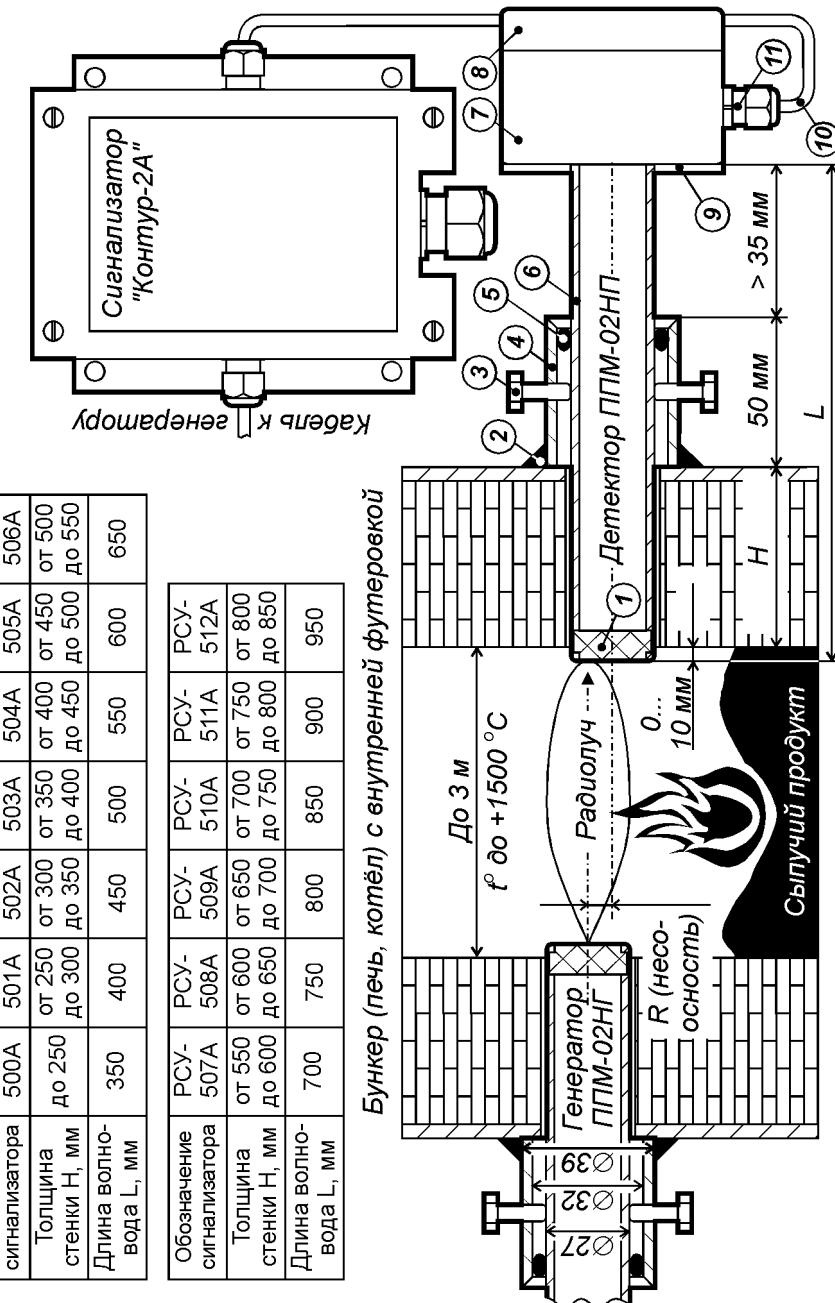

Рис. 1. Принцип действия датчиков уровня серии РСУ-500А.
Принцип действия датчиков уровня серии РСУ-500А (далее – «датчиков») основан на ослаблении амплитуды радиосигнала, проходящего сквозь слой контролируемого продукта (рис. 1).
В комплект поставки датчика входят микроволновые генератор и детектор. Они устанавливаются в соосные отверстия на противоположных стенках бункера: толщина стенок может достигать 850 мм (см. таблицу обозначений на рис. 1).
Генератор ППМ-02НГ и детектор ППМ-02НП имеют одинаковую конструкцию, показанную на рис. 1.
К корпусу через латунный фланец [поз. 9] прикреплён круглый волновод [поз. 6], изготовленный из терморезистивного металлического сплава. Со стороны контролируемого продукта волновод закрыт жаростойкой диэлектрической заглушкой [поз. 1]. Требуемая длина волновода L зависит от толщины футерованной стенки бункера и кодируется в обозначении типа датчика в соответствии с таблицей на рис. 1.
Установка генератора и детектора на бункер или его конический сход должна проводиться в строгом соответствии с рис. 1.
Сигнал, излучаемый генератором, является поляризованным: при повороте оси детектора относительно оси генератора (оси обозначены на рис. 1 штрих-пунктирной линией) чувствительность датчика резко снижается и при угле поворота в 90° падает практически до нуля.
1. Просверлить на противоположных стенках бункера, друг напротив друга сквозные отверстия диаметром 28...30 мм. Несоосность отверстий (R на рис. 1) не должна превышать 5% от внутреннего диаметра (сечения) бункера.
3. Измерить расстояние от внутренней поверхности футерованной стенки бункера до внешней грани крепёжной трубы. Отмерив указанное расстояние от торца керамической заглушки (поз. 1 на рис. 1) нанести на волновод (поз. 6 на рис. 1) соответствующую метку.
4. Избегая перекосов, вставить в подготовленные отверстия через крепёжные трубы генератор ППМ-02НГ и детектор ППМ-02НП до совпадения метки с внешним краем крепёжной трубы. Модуль должен быть установлен заподлицо с внутренней поверхностью стенки или выступать внутрь бункера не более, чем на 10 мм (см. рис. 1). При этом расстояние между внешней гранью крепёжной трубы и латунным фланцем (поз. 9 на рис. 1) должно быть не менее 35 мм.
6. Между волноводом и крепёжной трубой (см. рис. 1) необходимо проложить термостойкий шнур из комплекта поставки. Шнур укладывается равномерно слоем 1,5 – 2 витка и обеспечивает защиту пластикового корпуса генераторного (детекторного) модуля от открытого пламени.